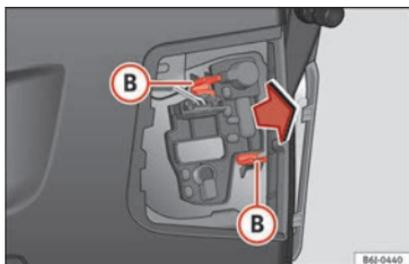

Fig. 114 Desmontagem do porta-lâmpadas.
- Desmonte o porta-lâmpadas, pressionando os cliques de fixação (B) » Fig. 114 e tirando-o para fora.